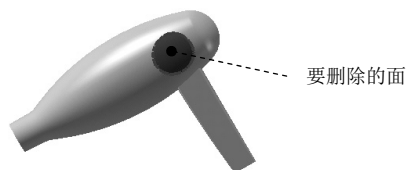

图 6.15.29 删除面 1
(1) 选择下拉菜单 **插入(I)** → **面(F)** → **删除(D)...** 命令, 系统弹出“删除面”对话框。
(2) 选取图 6.15.29 所示的曲面为要删除的面。